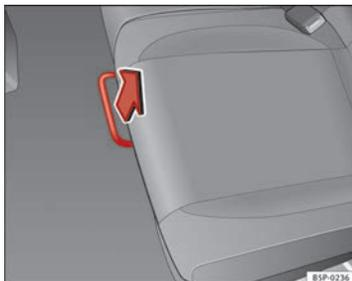

Fig. 97 Barra de destrancamento do banco traseiro
- Na posição de sentado, destranque a alavanca no sentido da seta ⇒ Fig. 97.